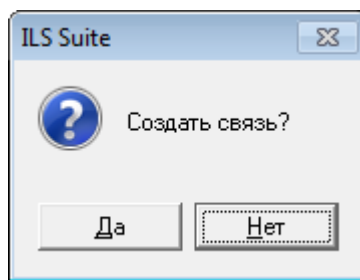

Рис. 27-23 – Диалоговое окно
4) В появившемся диалоговом окне нажать кнопку «Да» для подтверждения создания связи или «Нет» – для отмены создания связи между объектами (рис. 27-23).